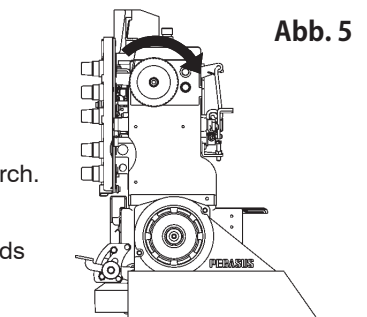

Abb. 5
3. Schalten Sie die Maschine vor der ersten Inbetriebnahme ein und überprüfen Sie die Drehrichtung des Handrads. Das Handrad sollte sich vom Handrad aus gesehen im Uhrzeigersinn drehen.(Abb. 5)